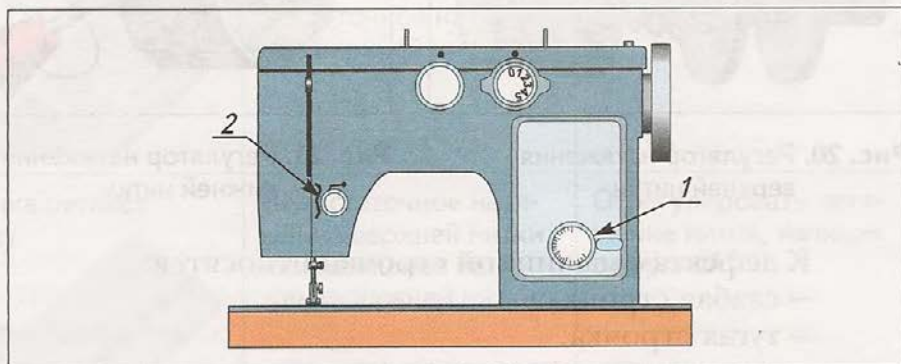

Рис. 19. Расположение регуляторов на корпусе швейной машины
*Регулятор длины стежка 1* (рис. 19) расположен на стойке рукава швейной машины. С его помощью можно задать длину стежка от 0 до 4 мм. Во время подготовки машины к работе необходимо установить определенную длину стежка. Она зависит от толщины стачиваемых тканей и назначения строчки. Чем толще ткань,
Регулятор натяжения верхней (игольной) нитки 2 (рис. 19) находится на рукаве швейной машины. С его помощью можно усилить или ослабить натяжение верхней нитки.